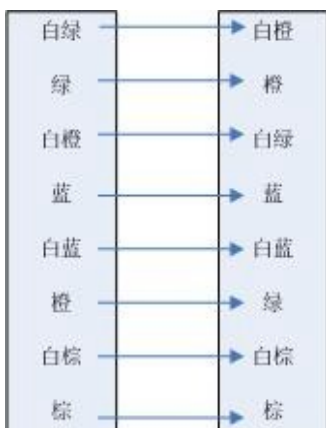

图 5-1 开发机与目标机的网线连接图
- (1) 开发机上安装 Microsoft Visual Studio;
- (2) 开发机上安装 GEM 系列产品的 SDK (Software Development Kit);
- (3) 将开发机和目标机通过网线连接，网线连接图如图 5-1 所示。